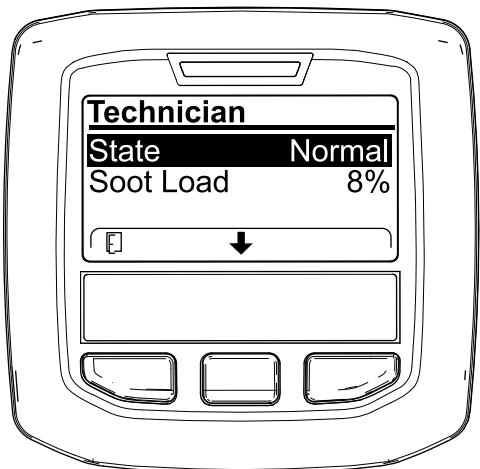

Figura 45
- Utilize a tabela de funcionamento do DPF para compreender o estado atual do funcionamento do DPF (Figura 45).